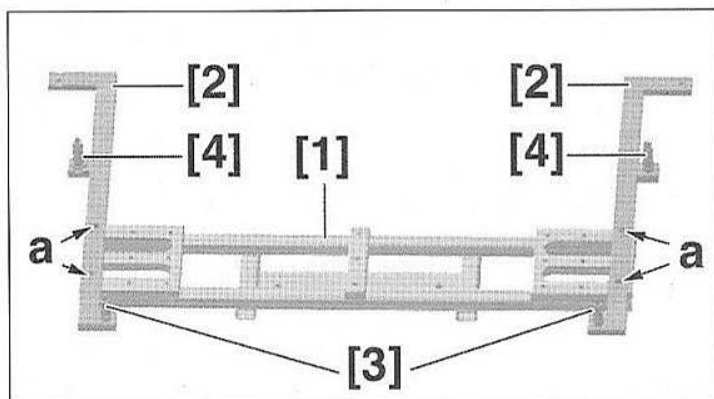

FIG.69
- Assembler les outils [1] et [2] en (a) puis monter les outils [3] et [4] de chaque côté (Fig.69).